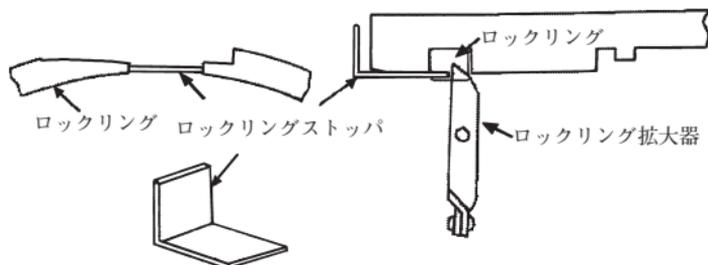

図70 ロックリングの拡大
- (2) ロックリングを受口の溝に預け入れたままの状態では挿し口の挿入ができないので、ロックリング拡大器を用いてロックリング全周が図70のように受口に収まるようにする。